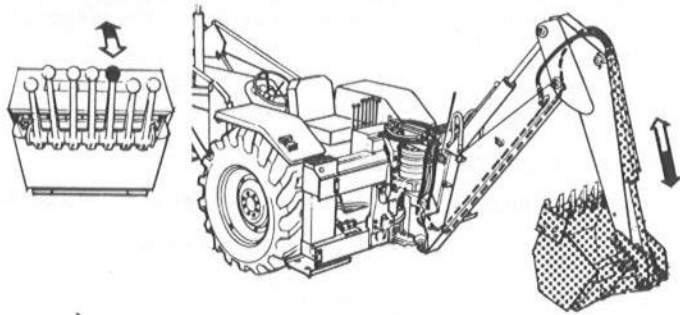

Bild 95
5. Baggerlöffel-Bedienungshebel (Bild 95)